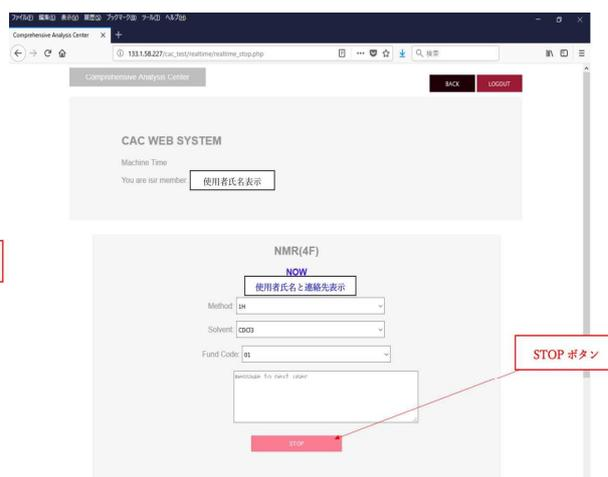

図6
③測定終了時には「Stop」ボタンをクリックします(図6)。MethodとSolvent(質量分析装置の場合はサンプル数を選択し、必要であればコメントを入力します。(図7.8)